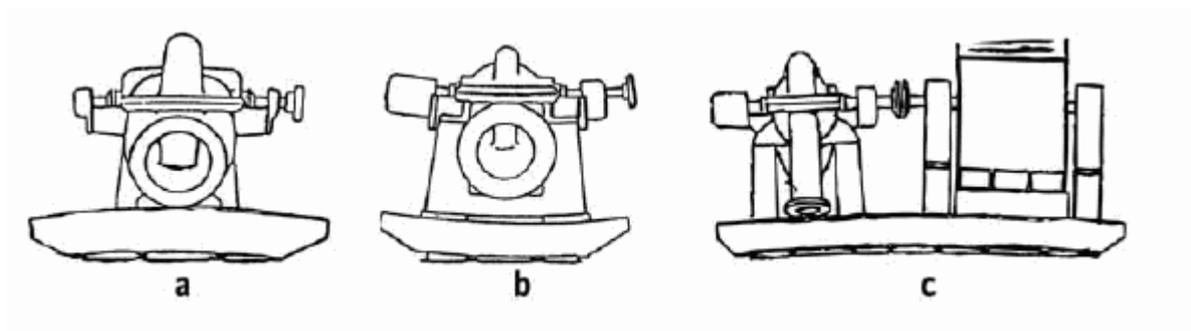

Рисунок 6. Примеры повреждения/деформации фундаментов
- Для выравнивания фундаментной плиты агрегата необходимо использовать измерительную линейку и инженерный мастер-уровень. При выравнивании с помощью спиртового уровня возможны ошибки, которые приведут к деформации фундаментной плиты агрегата и поломке агрегата, что недопустимо. Возможные деформации см. рисунок 6 а, b, с.